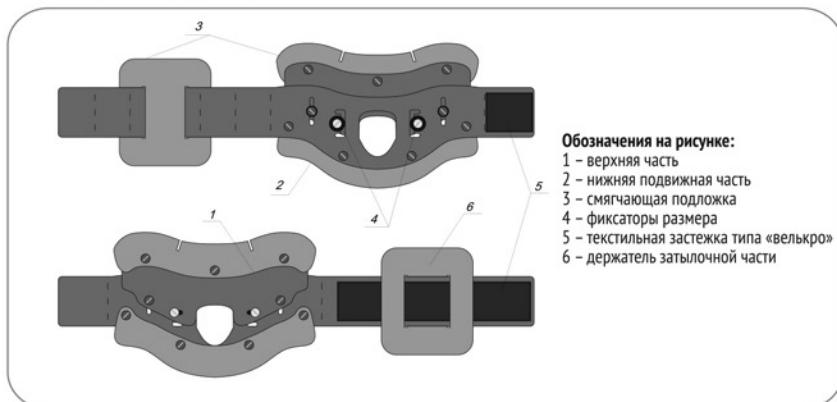

Рис. 3 Шина-воротник для взрослых ШТИвв-03
Шина-воротник для иммобилизации шейного отдела позвоночника представляет собой трехкомпонентную разъемную конструкцию, изготовленную из полипропилена, устройство которой представлено на рис. 3 и 4. Шина-воротник состоит из верхней (1) и нижней подвижной (2) частей, и держателя затылочной части (6) (только у шины-воротника для взрослых), выполненных из смягчающей подложки (3) для обеспечения комфорта пациенту, выполненной из изолона. Шина-воротник имеет несколько размеров по высоте шеи пациента регулируется путем смещения нижней части (2) относительно верхней (1), а регулирующие направляющие обеспечивают симметричность регулировки шины. По объему шеи шина-воротник плавно регулируется с помощью текстильной застежки типа «велькро» (5).